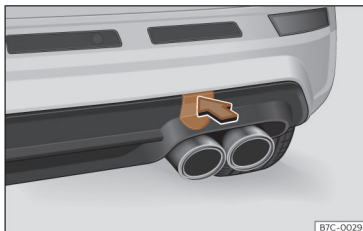

Fig. 189 No lado direito do para-choques traseiro: retirar a tampa.
>>> **Fig. 189.**
- Pressione a zona superior da tampa >>> **Fig. 189** para desencaixá-la.